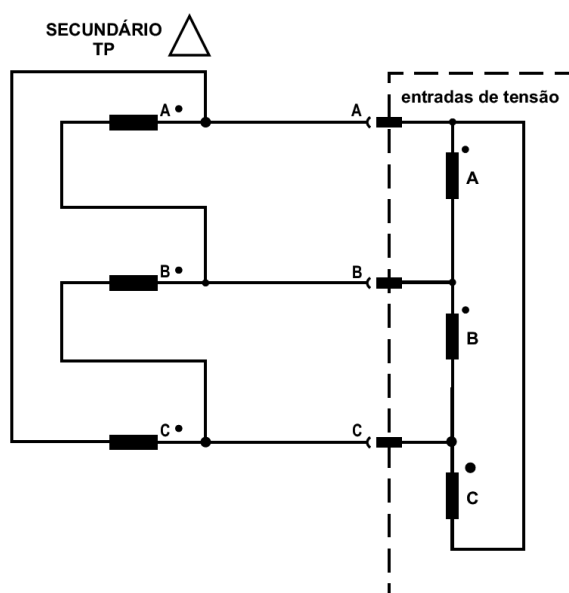

Figura 3: Secundário do transformador de potencial (TP) fechado em delta -  $\Delta$
- Secundário do transformador de potencial (TP) fechado em delta -  $\Delta$  (vide figura 3);